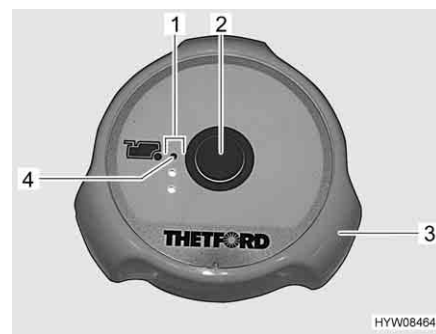

Fig. 169 Pulsante dello sciacquone/spie di controllo (toilette Thetford)
Risciacquo: ■ Prima di tirare l'acqua, aprire il cursore della toilette Thetford. A tal fine ruotare la maniglia girevole (Fig. 169,3) in senso antiorario.
■ Per sciacquare premere il pulsante blu (Fig. 169,2).
■ Dopo aver tirato l'acqua chiudere il cursore. Ruotare la maniglia girevole (Fig. 169,3) in senso orario.
Le spie di controllo (Fig. 169,1) indicano il livello del serbatoio fecale. Quando si accende la spia di controllo rossa (Fig. 169,4), il serbatoio fecale deve essere svuotato.
- Ruotare la maniglia girevole (Fig. 169,3) in senso orario. Il cursore viene chiuso. Per svuotare il cursore **deve** essere chiuso nella toilette Thetford.